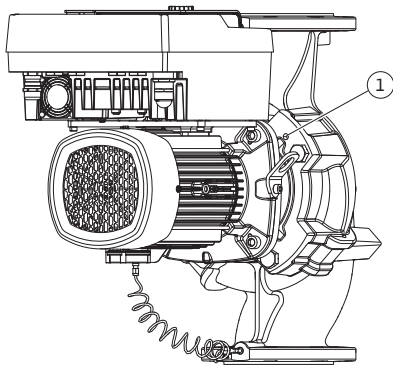

Fig. 10: Estrazione del set di innesto tramite fori filettati
Per il tipo di pompa (Fig. III e Fig. IV) allentare le viti (pos. 29). Utilizzare i due fori filettati adiacenti (Fig. 10, pos. 1) e le viti idonee predisposte a cura del committente (es. M10 x 25 mm).